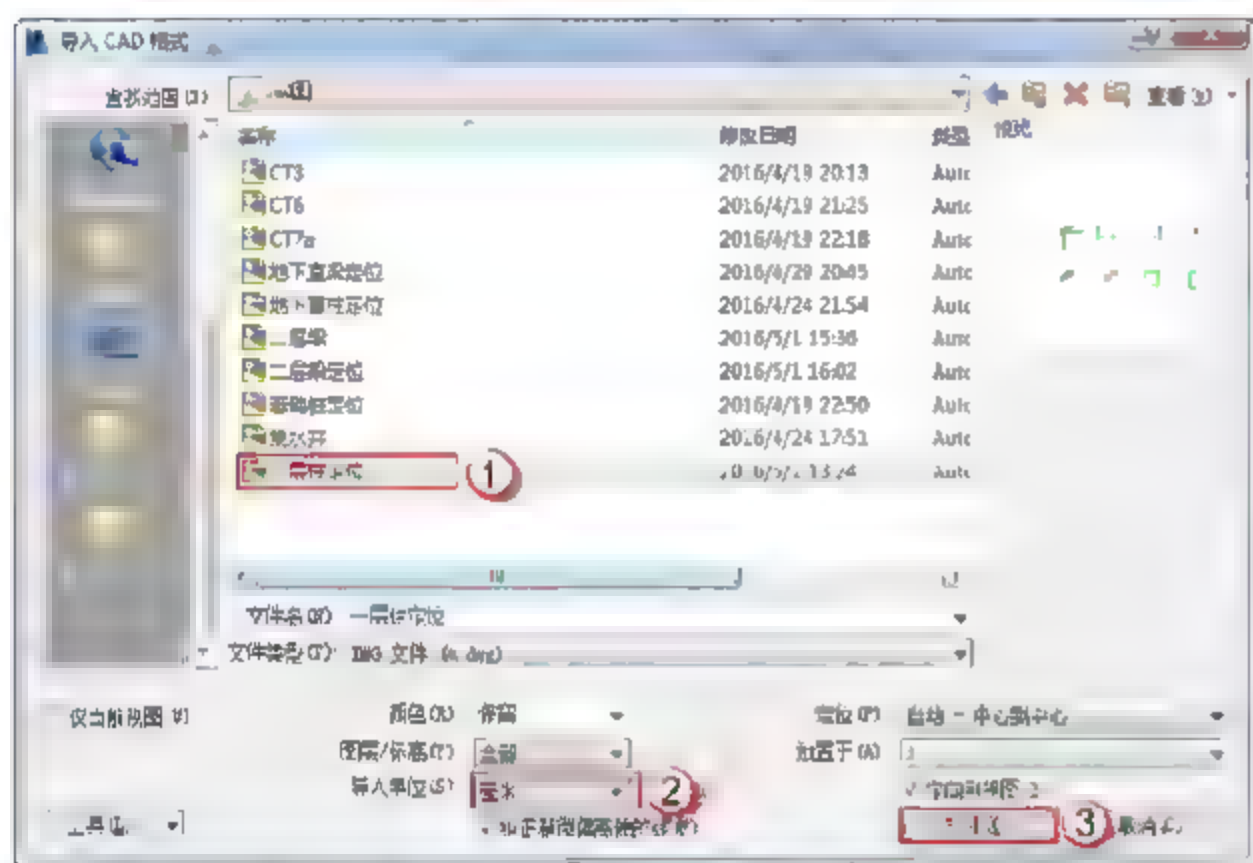
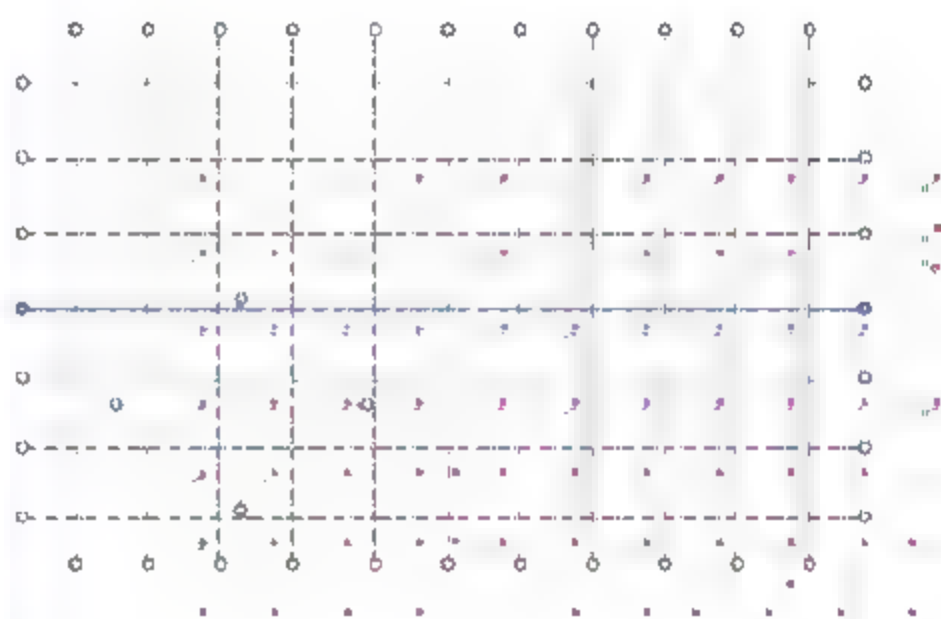

图 3.1.3 导入地下室柱定位 CAD
图 3.1.4 导入界面
(3) 导入地下室柱定位 CAD。切换一层结构平面图视图, 选择“插入”→“导入 CAD”→“打开”命令, 打开“导入 CAD 格式”对话框, 如图 3.1.3 所示。导入 CAD 底图后, 如图 3.1.4 所示。